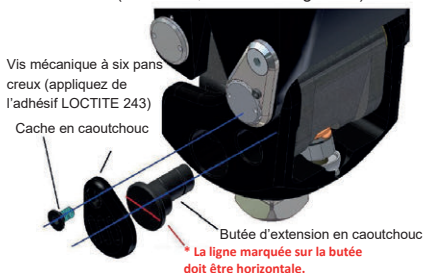

Fig. 19 Remplacement de la butée d'extension en caoutchouc
3. Insérez la nouvelle butée d'extension en caoutchouc dans la direction indiquée à la figure 19. Elle se retire aisément lorsque le genou est en position fléchie en phase d'appui.